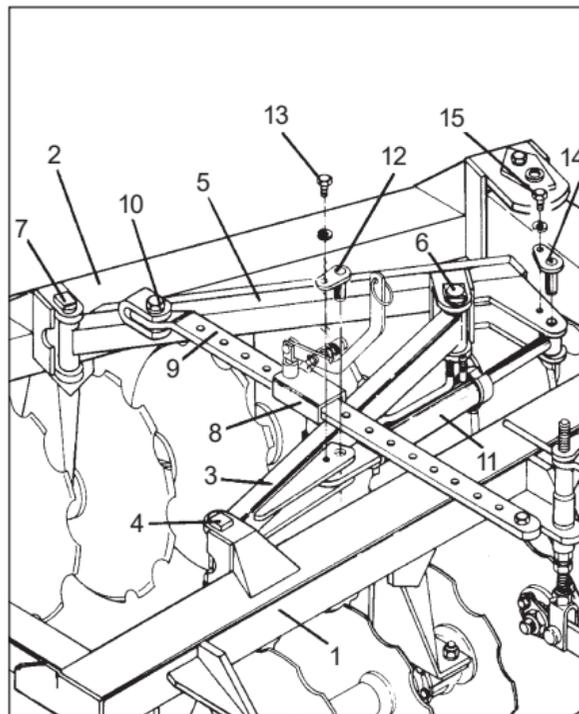

FIGURA 10
- montar o pistão item 11, de maneira que a base do cilindro fique colocada na barra estabilizadora dianteira, item 3, através do pino, item 12, travando-o com parafuso, item 13, e a haste do pistão fixada na barra estabilizadora traseira, item 5, através do pino, item 14, travando com o parafuso, item 15, conforme mostra a **Figura 10**.